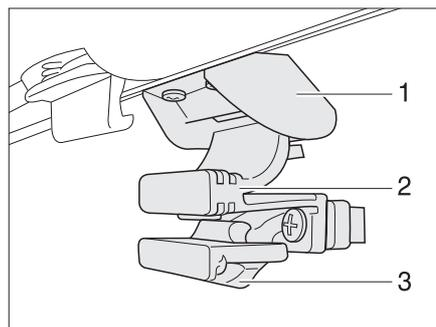

Bild 33 Fenster in der Eingangstür
*Fenster öffnen:* ■ Sicherung (Bild 33,3) nach hinten drücken.
■ Griff (Bild 33,2) zusammendrücken und Fenster nach unten schieben.
*Fenster schließen:* ■ Fenster nach oben schieben, bis der Griff (Bild 33,2) in der Verriegelung (Bild 33,1) einrastet.